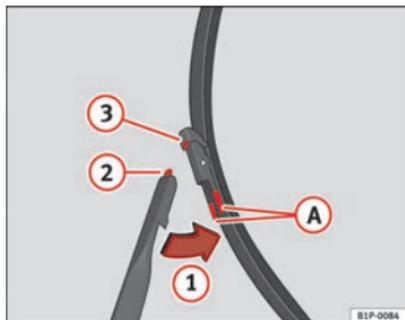

Fig. 148 Sostituzione delle spazzole dei tergicristalli
- Premere i pulsanti laterali (A) e liberare la spazzola spostandola nel senso della freccia (1) ⇒ fig. 148.
- Introdurre la linguetta (2) nell'alloggio (3) della spazzola ⇒ fig. 148.
- Spostare la spazzola verso il braccio in senso contrario a quello della freccia (1), fino a sentire un click ⇒ fig. 148.